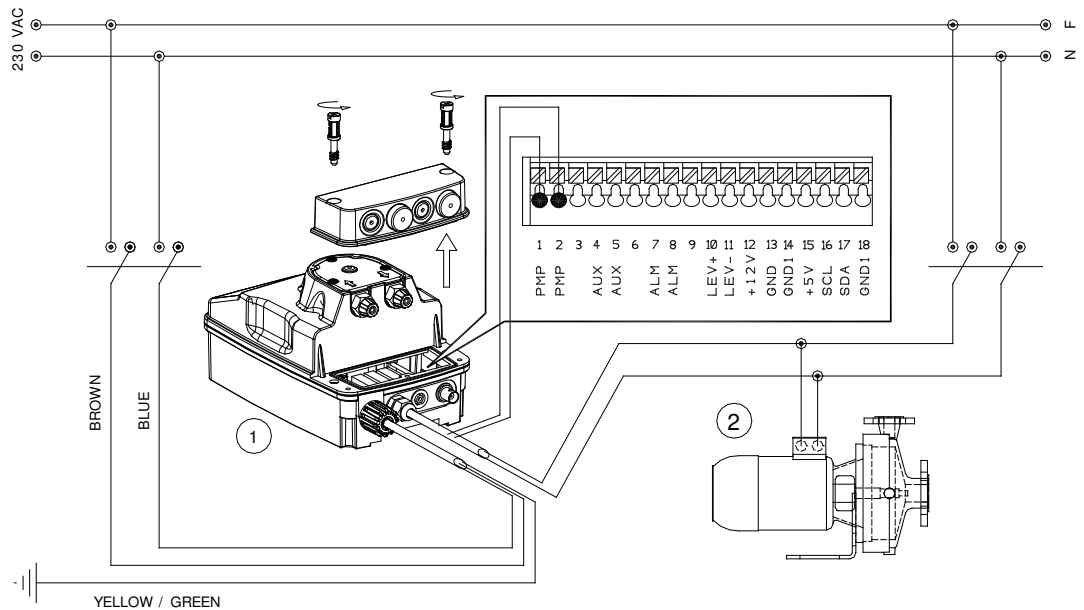

Fig. 2 – Instalação e terminais
Observar atentamente as normas em vigor nos diferentes países no que diz respeito à instalações elétricas (Fig.2). **Quando o cabo de alimentação for desprovido de um plugue, o equipamento deve ser ligado à rede elétrica por meio de um interruptor monopolar, com uma distância mínima de 3 mm entre os contatos. Antes de acessar qualquer um dos componentes elétricos, certifique-se de que todos os circuitos de alimentação estão desligados.**
Na figura 5 é mostrado o esquema de ligações dos conectores de serviço para ligação do vários recursos. Para acessar o conector de serviço é preciso remover a tampa protetora como mostrado na fig. 2.
- **Conectores 1-2 (PMP)**= Conexão para a bomba de recirculação. Entrada 230V. (Fig.2).